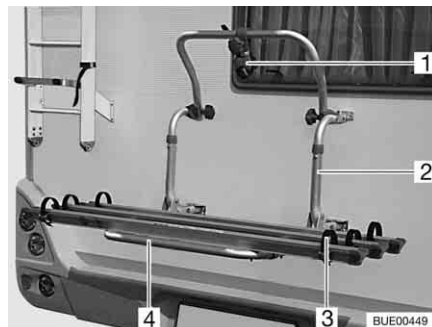

Fig. 4 Portabicicletas, no descendible
Con el portabicicletas (Fig. 4,2) se pueden transportar cómodamente 2 bicicletas. Es posible ampliarlo a 3 bicicletas.
- Plegar hacia abajo estribo telescópico giratorio (Fig. 4,4).
- Colocar las bicicletas y atarlas con correas de cierre rápido (Fig. 4,3).
- Sujeter la barra de arriostamiento (Fig. 4,1) al marco de la bicicleta exterior.